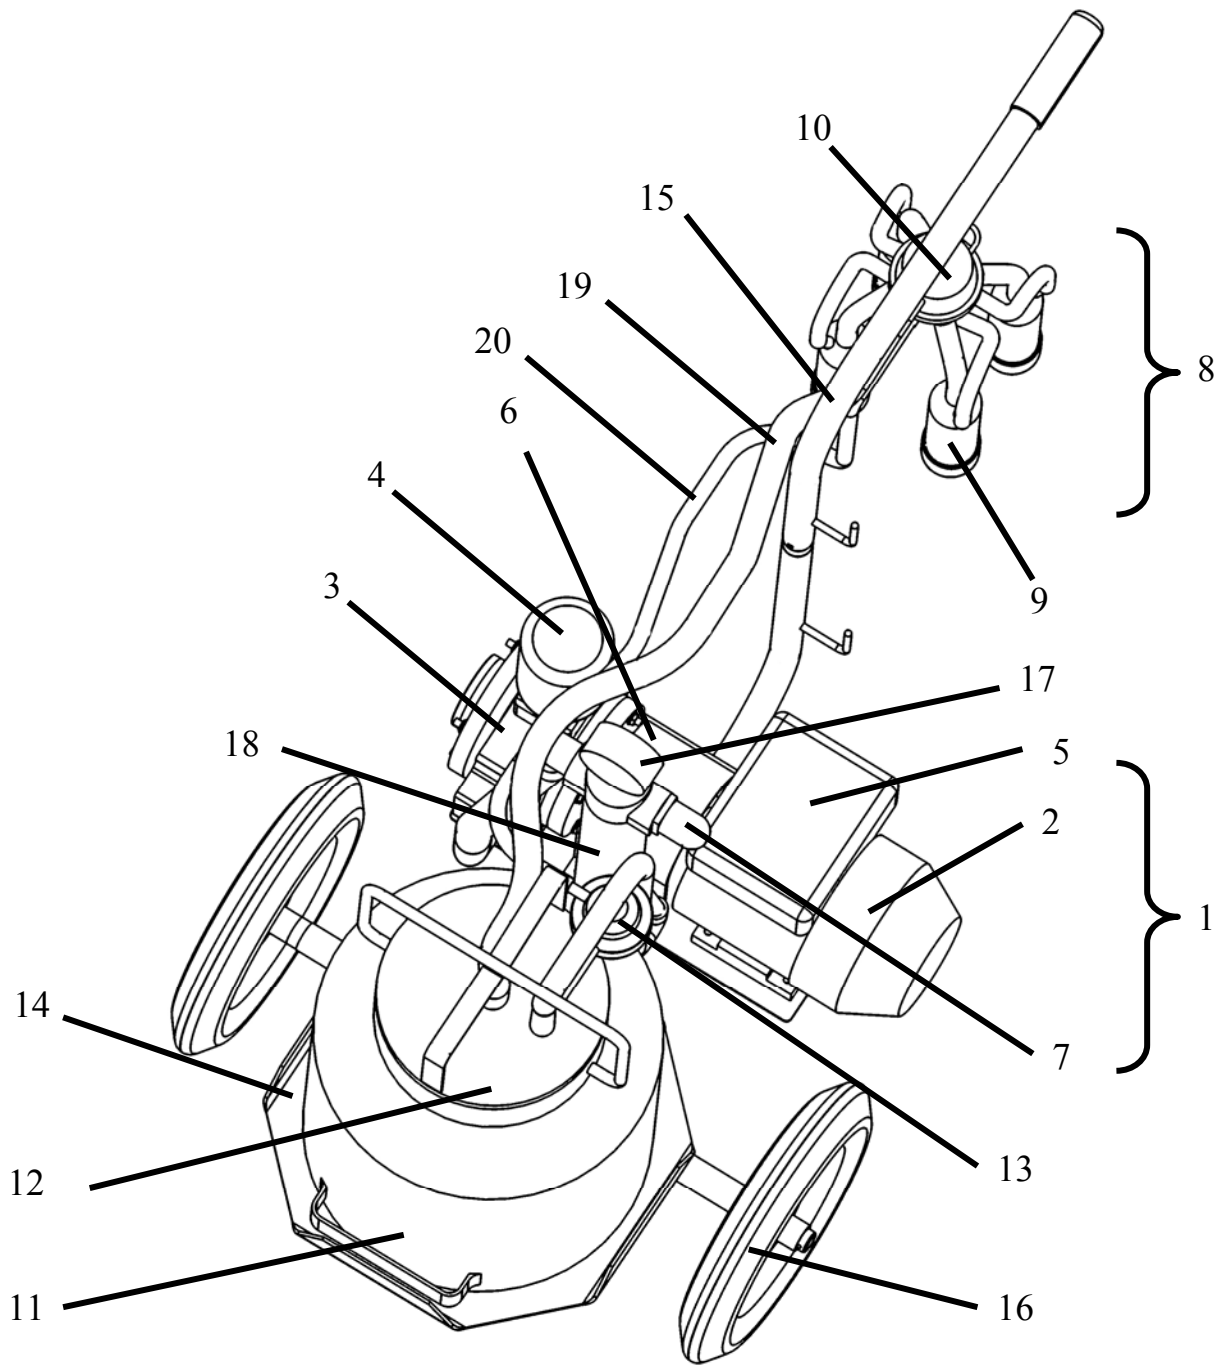

Рисунок 2 – Загальна будова установки ДУ-10
3 Загальна будова установки ДУ-10 подана на рис.2.
3.4.2 Вакуумний агрегат складається з асинхронного двигуна і вакуумного насоса, які закріплено на пластині візка (рис. 2). На вихлопний патрубок вакуумного насоса нагвинчено фільтр. Вакуумний насос без системи змащування.
3.4.2 Доїльна апаратура (рис. 2) складається з доїльних стаканів і колектора (підвісна частина, рис. 5), пульсатора, доїльного відра і шлангів.